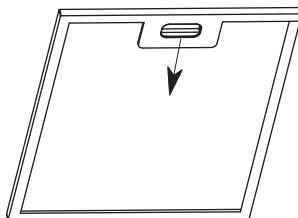

Fig. 33
- Retirar um filtro de cada vez, segurando por baixo com uma das mãos e puxando a trava em direção à parte posterior da coifa ou do filtro [Fig.33]. Para o modelo Vetro Wall Flat 90, proceder conforme figuras 11 e 12.